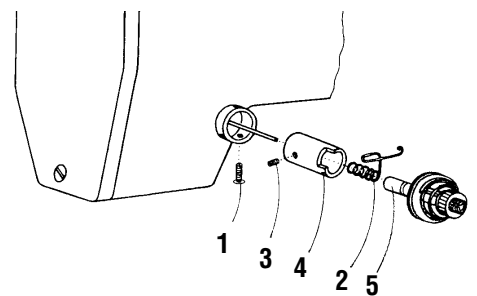

Abb. 23
24. Einstellung der Ausgleichsfederfunktion (Abb. 23)